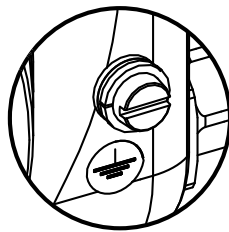

Abb. 30: Funktionserdeschraube außen am Gerät
- oder an die Funktionserdeschraube außen am Transmittergehäuse (siehe Abb. 30).